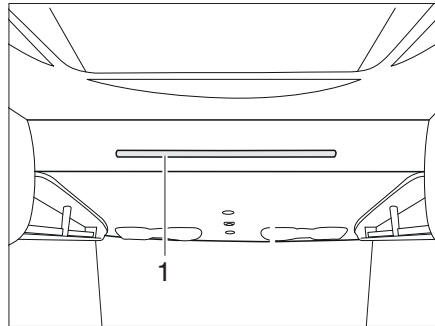

Bild 153 Höjbar säng, manuell
■ Dra ner den höjbara sängen i handtaget (Bild 153,1) med båda händerna.
Haka fast: ■ Man fäster stegen med båda byglarna på stången (Bild 153,1) på den höjbara sängen.